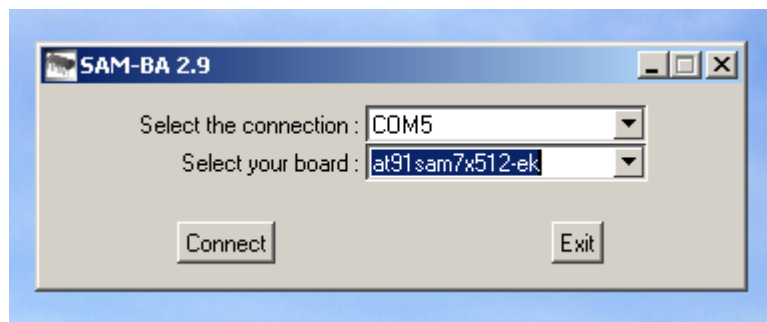

Рис. 9
3.3.3 Запустите программу SAM-BA v2.9. Откроется окно программы (см. рис. 9).
3.3.6 Установите соединение с модулем, нажав кнопку «Connect» (см. рис. 9).